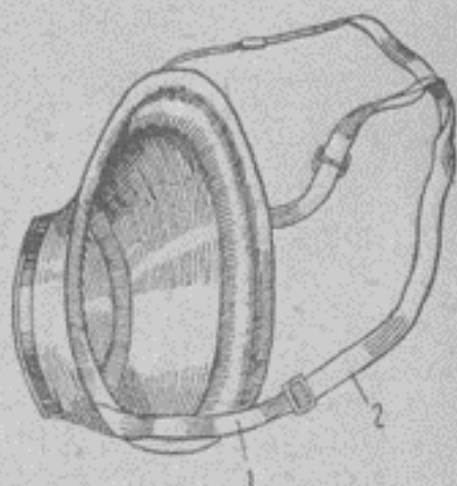

Рис. 4. Респиратор БШ-5.
**Респиратор БШ-5.** В 1938 г. выпускается респиратор БШ-5 (рис. 4) с резиновой полумаской, снабженной обтюратором 1. Эластичные резиновые ленты 2 служат для укрепления респиратора на голове. В респиратор вмонтирована коробка КЗМ. Респиратор имеет, как и КЗМ, вдыхательный и выдыхательный клапаны. Резиновая полумаска герметически прилегает к поверхности лица, чему значительно способствует резиновый обтюратор, дающий плотное прилегание маски к лицу при вдохе. В области носовой части также вмонтирована мягкая металлическая полоска для обжима маски по форме носа. Снаряжение коробки такое же, как и у КЗМ.